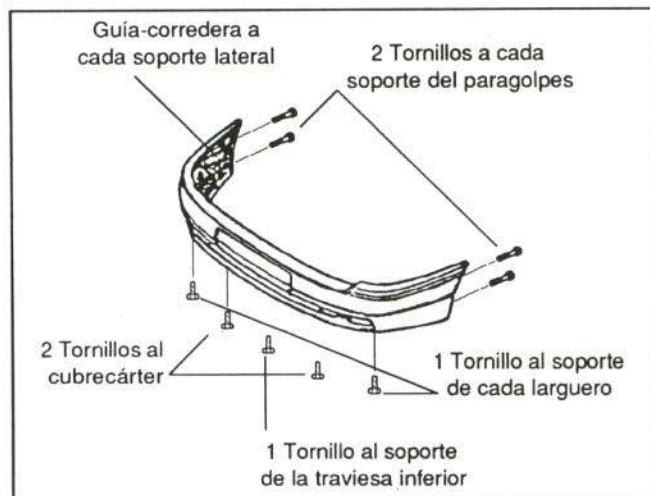
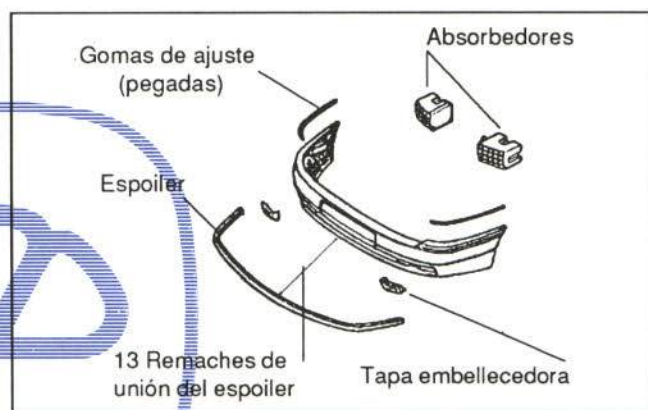

Figura 15.- Unión del paragolpes delantero
Figura 16.- Comercialización del paragolpes delantero
Debe haberse extraído con anterioridad la parte anterior de cada guardabarros delantero. En la figura 15 se muestra la unión de esta pieza y en la figura 16 su comercialización.
- Paragolpes delantero (figura 15)